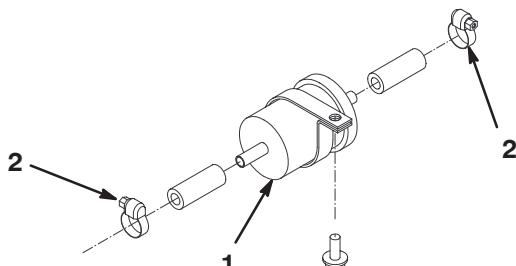

Figure 43
3. Desserrez les colliers de serrage aux deux extrémités du filtre (Fig. 43) et débranchez les conduites.